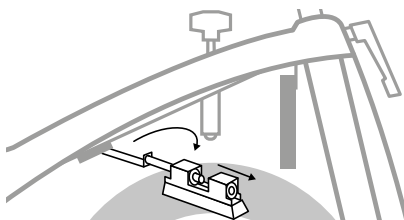

Рис. 25
4.Поверните тормозной узел и вытяните тормозной блок со стержня (см. рис. 25).